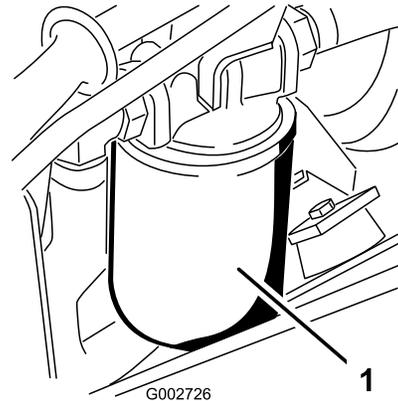

図 39
3. 機体左側にある油圧オイル・フィルタ(図 39)の下に容器を置く。